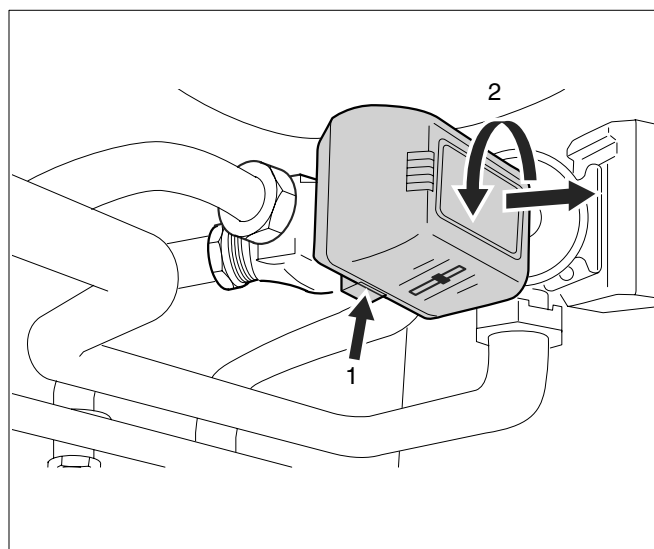

Fig. 72 Demontarea motorului de acționare
- Apăsați opritorul motorului de acționare (vezi Fig. 72, Poz. 1) și desfaceți încuietoarea tip baionetă prin rotire spre stânga (vezi Fig. 72, Poz. 2).